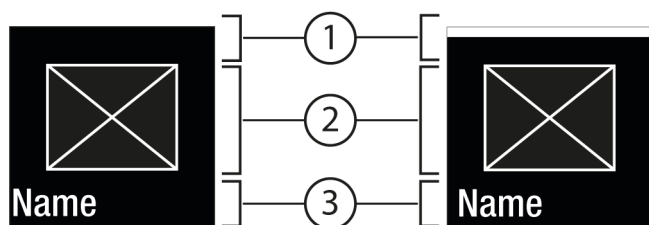
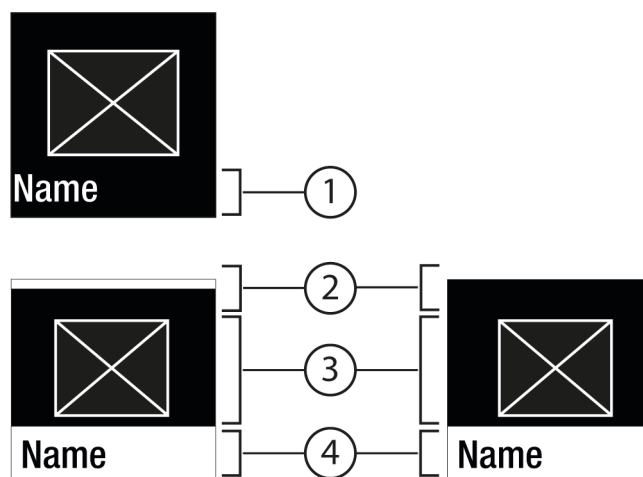

Fig. 7
Fig. 8
- Pomocí Potvrzení Fig. 6 (2) vyvolejte podmenu Fig. 8 (4).
- Nastavení nové hodnoty: Vyberte pomocí Potvrzení Fig. 6 (2) deaktivovanou hodnotu Fig. 7 (1).
- Zpět do menu: Vyberte pomocí Potvrzení Fig. 6 (2) již aktivovanou hodnotu Fig. 7 (2).
- ▷ Stav: aktivováno Fig. 7 (1) se krátce zobrazí v podmenu Fig. 8 (4).